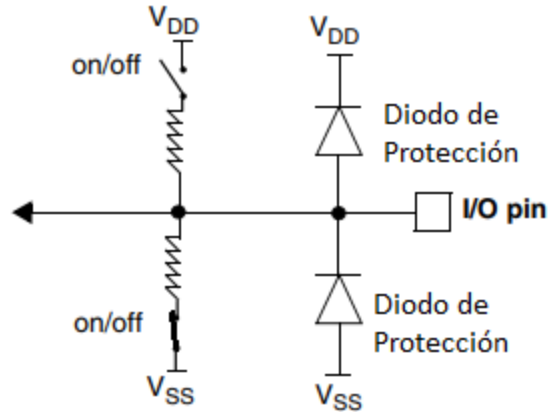

Figura 35. Configuración de entrada en Pull- Down o con resistencia a tierra.
**Configuración entrada en Pull- Down.** Esta configuración de entrada tiene conectada la resistencia que va a tierra. Se usa para leer siempre un “cero” lógico, por ejemplo, si se conecta un conmutador a VDD. En caso que el conmutador se cierre, la entrada lógica ve VDD. Ver figura 35.